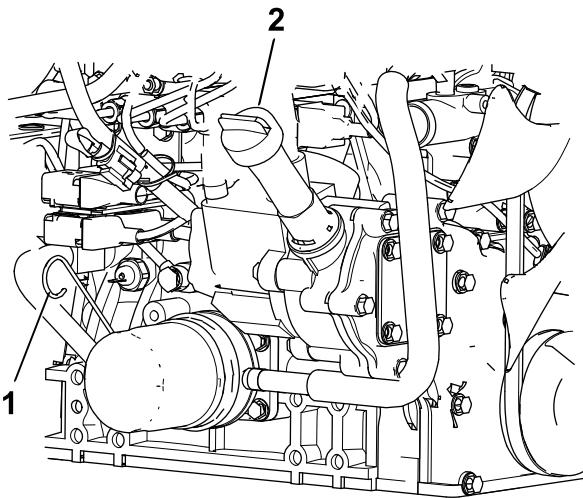

Рисунок 74
3. Извлеките масломерный щуп, протрите его, вставьте в трубку и снова извлеките. Уровень масла должен находиться между отметками Full (Полный) и Add (Добавить) (Рисунок 74).
4. Если уровень масла низкий, снимите крышку заливной горловины и добавляйте масло до тех пор, пока его уровень не будет находиться между отметками Full (Полный) и Add (Добавить) (Рисунок 74).